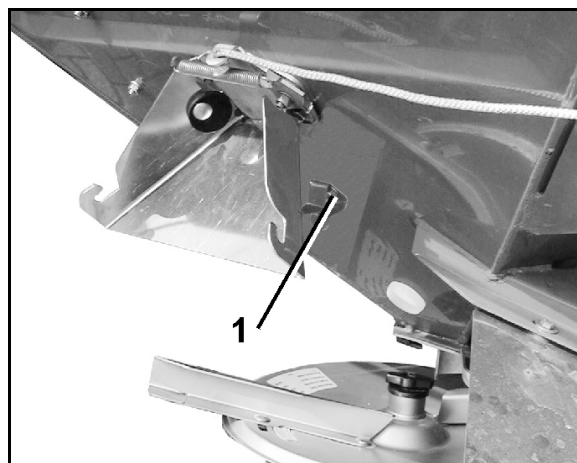
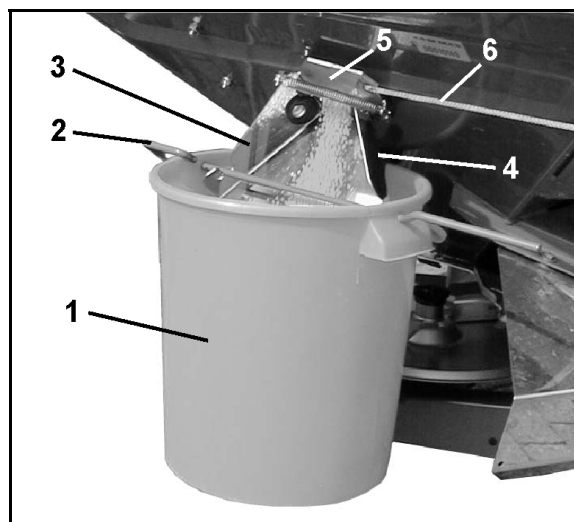

Рис. 56
Рис. 58
1. Подвесьте приемную ёмкость (Рис. 58/1) с помощью скобы (Рис. 58/2) на выпускном желобе (Рис. 58/3). Приемная ёмкость должна зафиксироваться в зажимном устройстве (Рис. 58/4 и Рис. 56/1).
2. Полностью раскройте боковую заслонку (Рис. 58/5) от выпускного желоба примерно на 5 с помощью троса (Рис. 58/6) (для обеспечения равномерного потока удобрения). Собранные при этом количество удобрения высыпьте назад в распределитель.